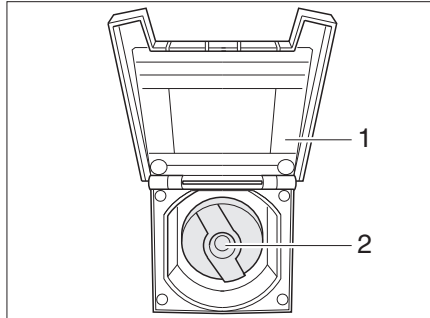

Fig. 334 Tapa de cierre para el tubo de llenado de agua potable
- Abrir la tapa (Fig. 334,1) para el tubo de llenado de agua potable. La tapa se sujeta magnéticamente al exterior del vehículo.
- Introducir la llave en el cilindro de cierre (Fig. 334,2) y girarla un cuarto de vuelta en sentido contrario a las agujas del reloj.
- Abrir el tubo de llenado de agua potable (Fig. 334).